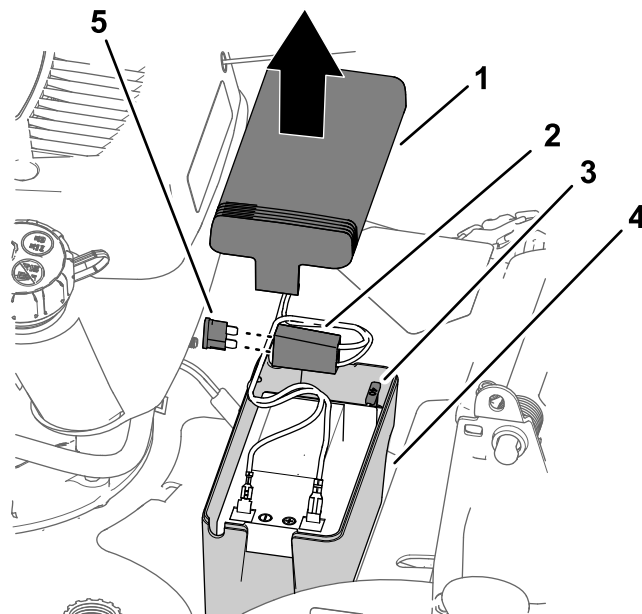

Figure 31
1. Enlevez le couvercle du logement de la batterie (Figure 31).
2. Retirez la batterie et localisez le fusible (Figure 31).
3. Remplacez le fusible dans le porte-fusible (Figure 31).
4. Remplacez le couvercle sur le logement de la batterie (Figure 31).